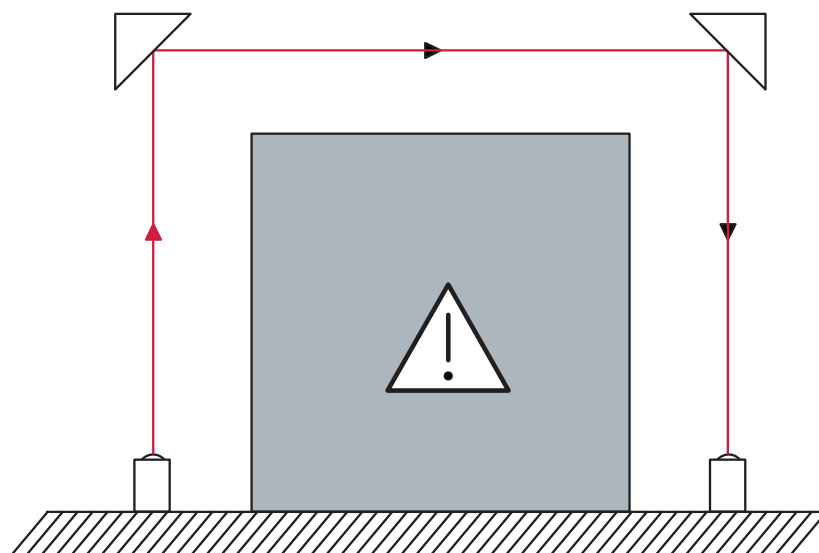

Figure 6.5: Disposition des miroirs de renvoi
- Disposition des miroirs de renvoi de manière à ce que l'axe optique passe au centre du miroir (voir figure 6.5).